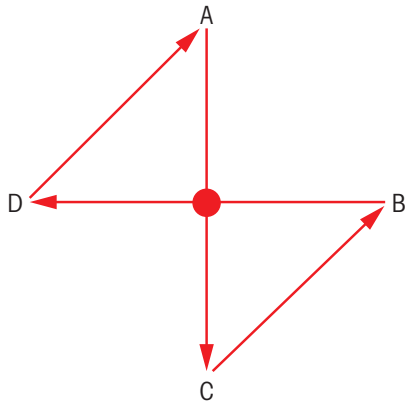

Figure 21 Croix de réglage
Pour faciliter l'opération, réglez le faisceau laser sur un axe, puis dans l'autre en vous aidant de la croix de réglage des vis ci-dessous (Figure 21 à la page 49). La procédure à suivre est la même pour les deux méthodes de positionnement (réfléchissante et directe). Seules les vis doivent être légèrement réglées. Pour obtenir des chemins optiques plus longs, de tout petits réglages doivent être effectués. En règle générale, pour obtenir un chemin optique de 3 m maximum, serrez les vis d'un tour chacune. Pour un chemin de 3–4 m, serrez-les d'un demi-tour et, pour un chemin de 4–6 m, d'un quart de tour. Continuez à les serrer petit à petit jusqu'à ce que les quatre vis hexagonales (A, B, C et D) soient bien serrées. Cela vous permet de maintenir le point lumineux au milieu de la cible pendant le serrage progressif des vis.
- 4 En suivant la croix de réglage (voir Figure 21 à la page 49), placez le point lumineux au centre de la cible à l'aide d'une main, tout en tenant la partie desserrée de la bride cross-pipe de l'autre main. L'emplacement du point lumineux sera la position définitive du faisceau une fois que les vis hexagonales seront toutes serrées. Insérez une clé à six pans dans chacune des têtes de vis hexagonales.
<p>4 En suivant la croix de réglage (voir Figure 21 à la page 49), serrez l'une des vis de l'axe vertical de quelques tours (vis haut/bas A et C).</p>